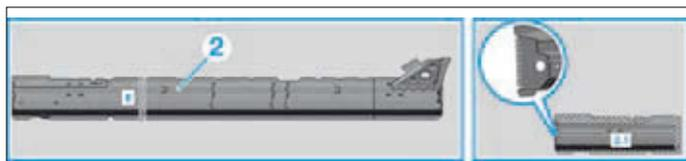

FIG. 61
- sur le longeron latéral (2) dans la zone (E) (Fig.61),